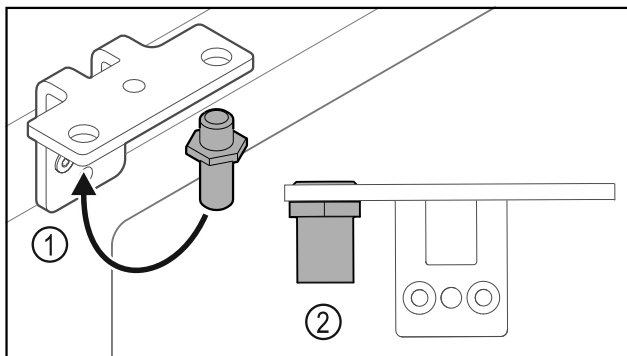

Fig. 32
- ▶ Přesaďte čep Fig. 32 (1) v úhelníku závěsu.
- ▶ Utáhněte čep Fig. 32 (2) **utahovacím momentem 12 Nm**.